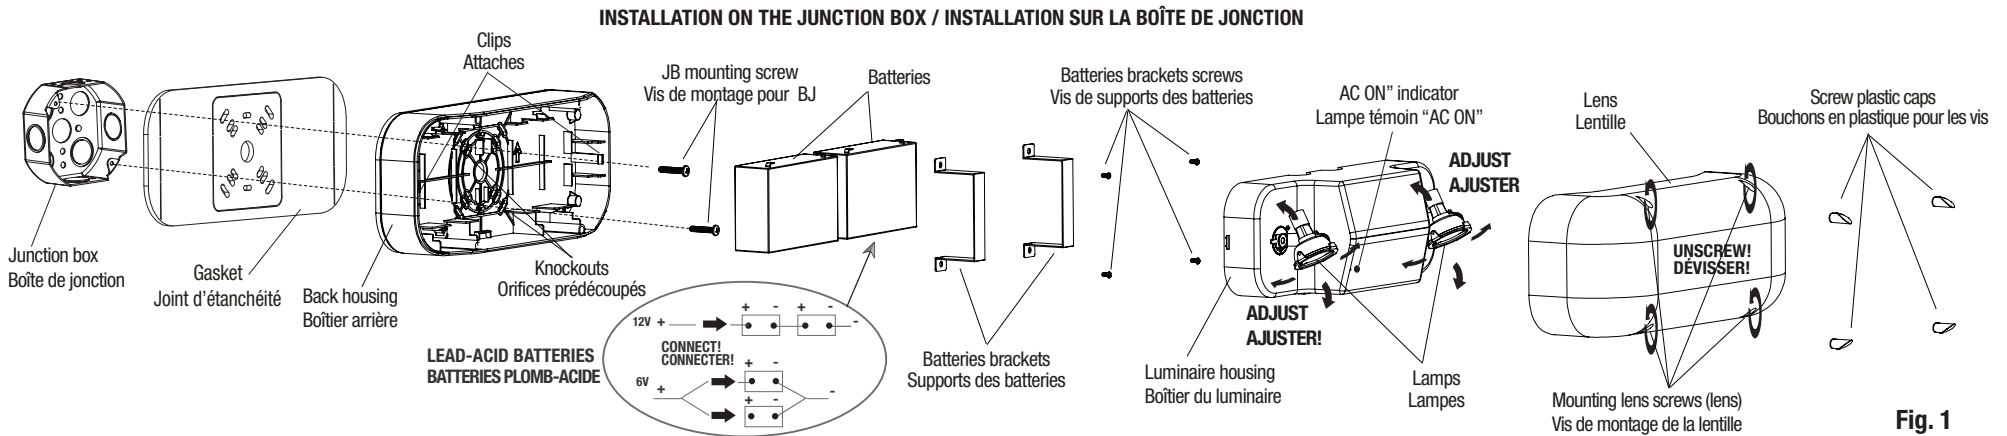

Fig. 1
3. Remove the lens, the luminaire housing and the batteries (detach the two brackets by unscrewing the four screws (use screwdriver PH2X))(see Fig. 1).
4.a For installation on the junction box only (Fig.1), break through appropriate knockouts into the back housing. Paste properly the gasket on the back of the unit and route wires through the central hole.
6.a For installation on the junction box only (Fig.1), use the two screws to mount the back housing to the surface over the recessed junction box. Tighten the screws enough to compress the gasket to ensure a good sealed joint. (use screwdriver PH2X).
3. Enlever la lentille, le boîtier du luminaire et les batteries (détacher les supports de fixation en dévissant les 4 vis (utiliser le tournevis PHx2) (voir la Fig. 1).
4.a. Pour l'installation sur une boîte de jonction seulement (Fig. 1), défoncer les orifices prédécoupés appropriés dans le boîtier arrière. Collier correctement le joint d'étanchéité à l'arrière de l'unité et passer les fils électriques par l'orifice central.
color) of the battery (see Fig. 1 detail).